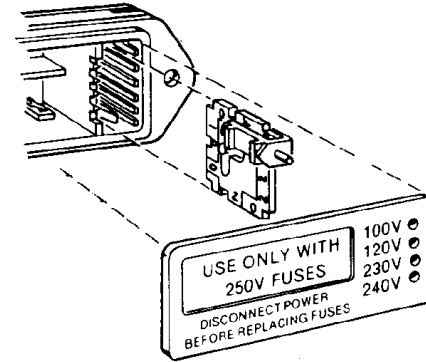

Figura 4. Cambio del voltaje de la fuente principal de alimentación.
- La tarjeta selectora de voltaje es una tarjeta de circuito pequeña equipada con un pasador indicador blanco de plástico, instalado en el lado derecho del módulo de entrada de energía, tal como se muestra en la Figura 4. Tire de la tarjeta selectora de voltaje recto hacia fuera de la carcasa, usando pinzas de